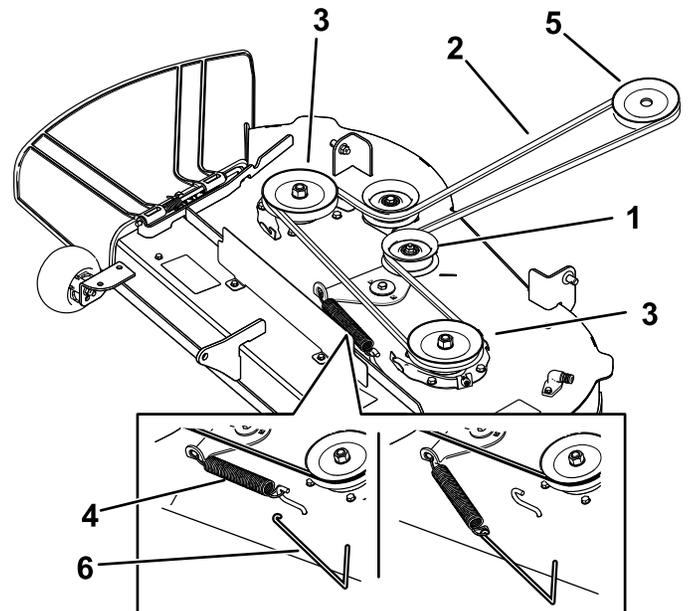
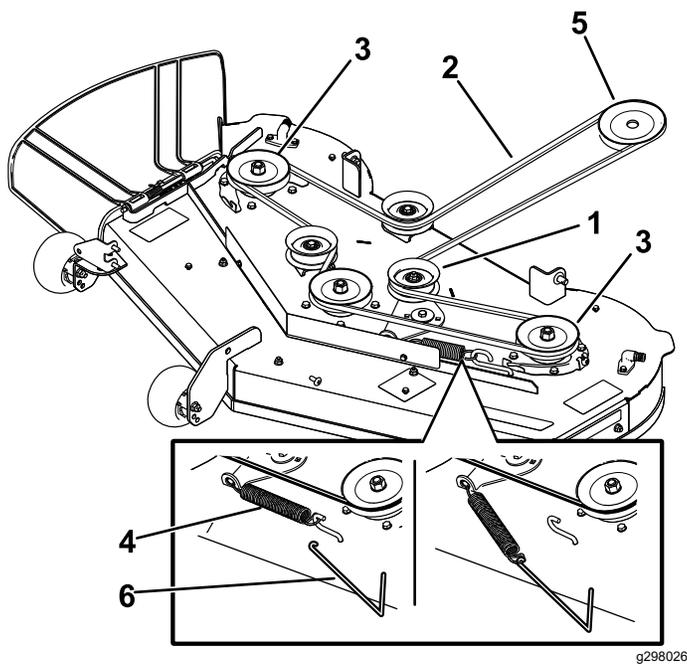

Figura 54
Figura 55
6. Usando una herramienta para la retirada de muelles (pieza Toro n.º 92-5771), retire el muelle tensor del gancho de la carcasa para eliminar la tensión de la polea tensora y retire la correa de las poleas (Figura 54 o Figura 55).
7. Enrute la correa nueva alrededor de las poleas del motor y del cortacésped (Figura 54 o Figura 55).
8. Con una herramienta para la retirada de muelles (pieza Toro n.º 92-5771), instale el muelle tensor sobre el gancho de la carcasa y tense la polea tensora y la correa del cortacésped (Figura 54 o Figura 55).